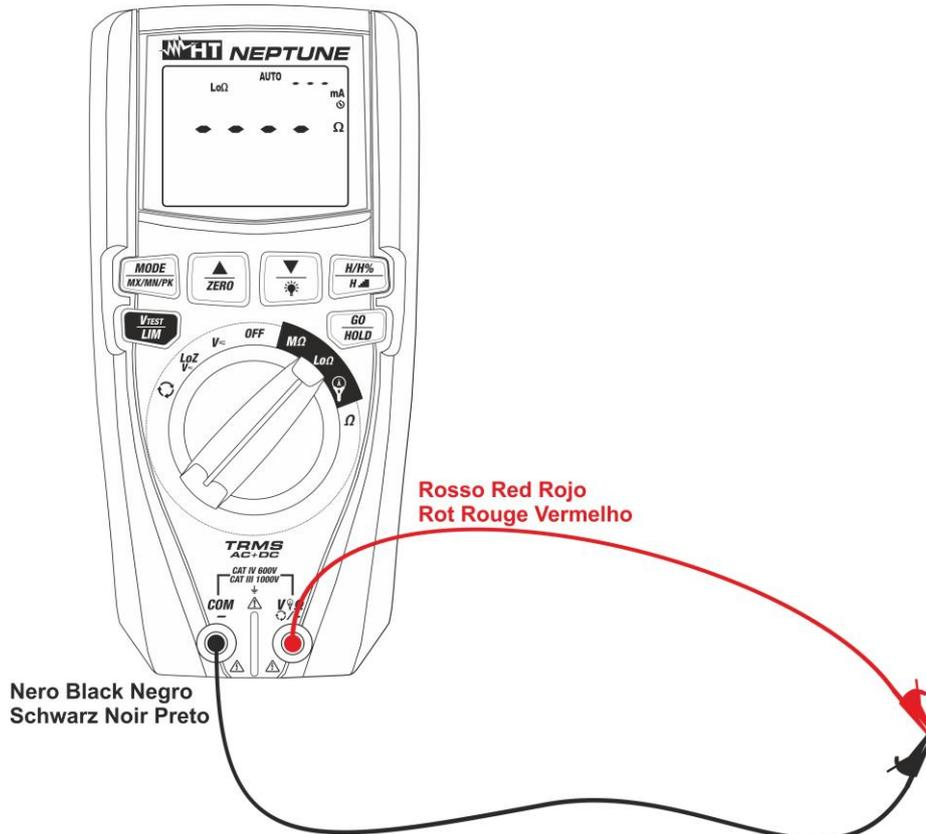

Fig. 32: Collegamento dei cavi in funzione compensazione
2. Inserire i cavi di misura ai terminali di ingresso **V $\Omega$ /+** e **COM/-**, collegare i terminali a coccodrillo e cortocircuitare le estremità dei cavi tra loro (vedere Fig. 32)